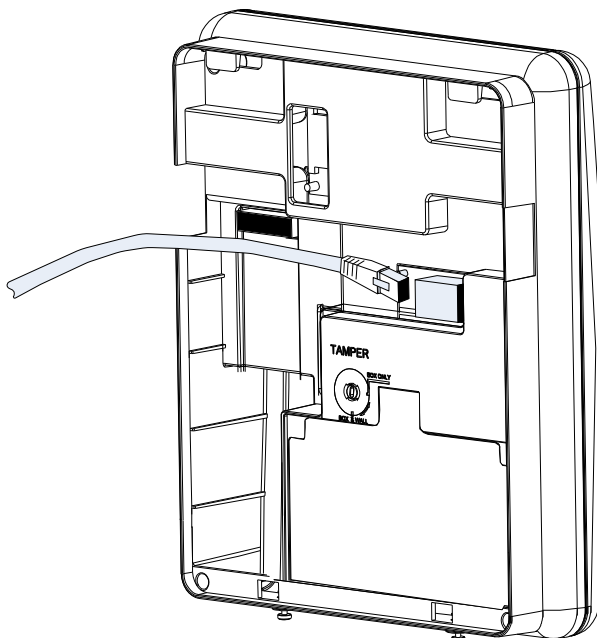

Figura 8: collegamento di un cavo di rete ad Agility
2. Collegare gli apparecchi telefonici dell'abitazione al connettore RJ11 (sui contatti 1 e 4) siglato sul circuito stampato CONN2 o al connettore RJ13 (sui contatti 1 e 8) siglato sul circuito stampato CONN3 (vedi Figura 8).
4. Collegare il cavo di rete in ingresso nella presa (vedere Figura 8).